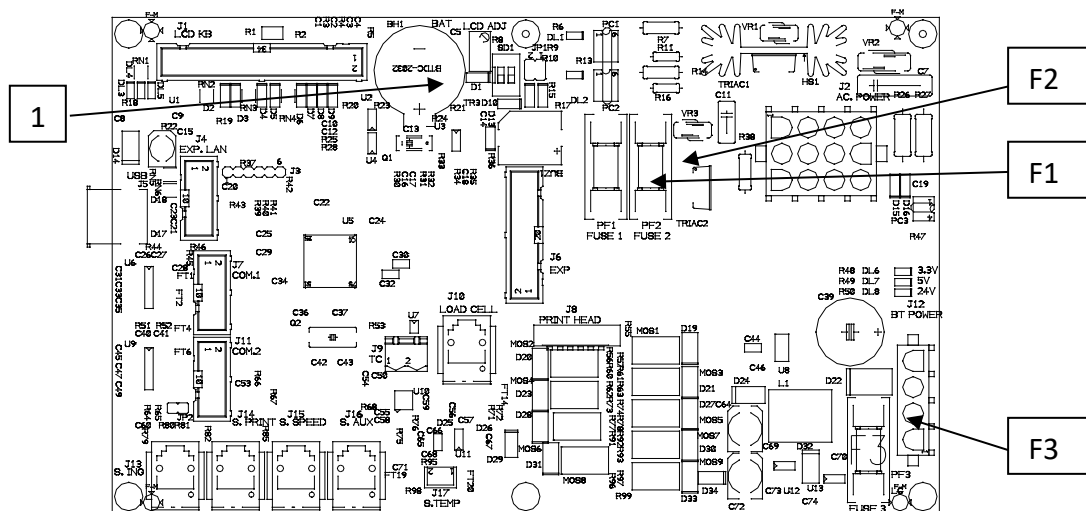

Bild 5.16
**Der Akku muss bei ausgeschalteter Maschine ausgetauscht werden. Dies ist wichtig, um Schäden auf der Hauptplatine zu vermeiden (Bild 5.16).**